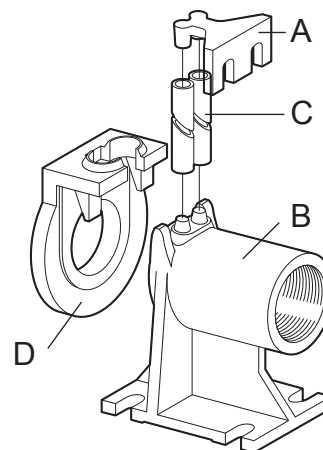

Fig. 7 Picior de cuplare
- Fixați scara de ancorare tuburi (fig. 7 – poz. A) de ghidare la marginea bazinului.
- Plasați pe fundul puțului piciorul de susținere pentru cuplarea automată (fig. 7 – poz. B) și controlați, printr-un fir de plumb, că proiecțiile conice pentru angajarea de tuburi de ghidare sunt perfect perpendiculare pe proiecțiile corespunzătoare ale suportului de ancorare al marginei bazinului. Verificați și platitudinea cu o nivelă cu balon de aer.
- Marcați poziția fantelor de pe piciorul de sprijin, asadar aratați lungimea exactă a tuburilor de ghidare (fig. 7 – poz. C).
- Montați flanșa specială (fig. 7 – poz. D) la cursor și ghidarea către gura de trimitere a pompei și agățați funia sau lanțul la mânerul sau orificiu pe partea superioară a corpului.